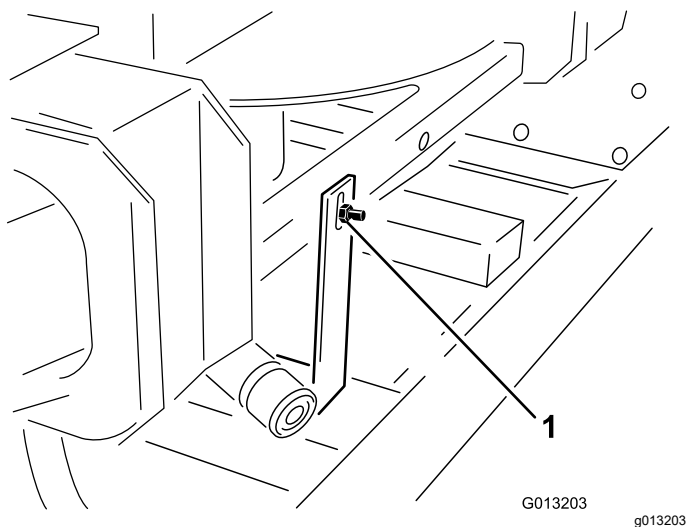

Figura 3
2. Îndepărtați urubul și piulița care fixează suportul de transport al dispozitivului de ridicare al mainii la dispozitivul de împrăștiere dublu, de la partea din spate a acestuia din urmă (Figura 3).